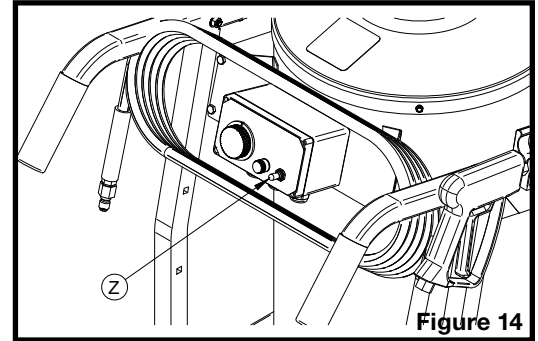

Figure 14
1. Si l'appareil a été utilisé pour le nettoyage à haute pression à l'eau chaude, fermer l'interrupteur du brûleur (Z sur la figure 14).